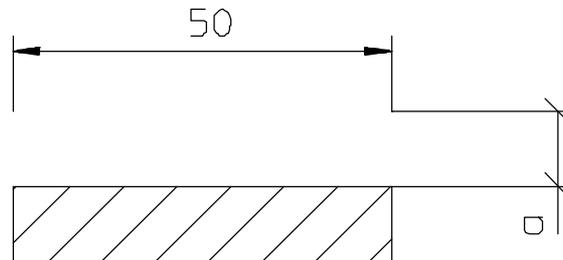

Abbildung 7.18: Abstand zwischen Maßhilfslinie und Geometrie
2. Eingabe von Abstand a, siehe Abbildung 7.18.